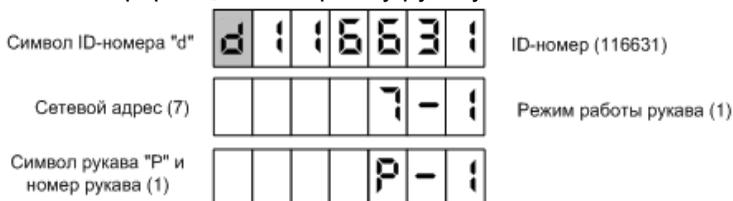

Рисунок 9
7.8 По команде СУ на табло могут отображаться сетевой адрес, режим работы и ID-номер рукава (рисунок 9). При снятии/установке любого раздаточного крана на табло выводится информация для следующего по счету рукава. По достижению последнего рукава вновь отображается информация по первому рукаву.